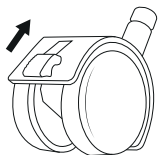

Fig. 1
- ◆ For at produktet lettere kan transporteres, er det udstyret med fire hjul **8/9**. Løsn låsearmene på de to hjul **9** ved at trykke armene op (se fig. 1). Nu kan produktet nemt køres omkring.